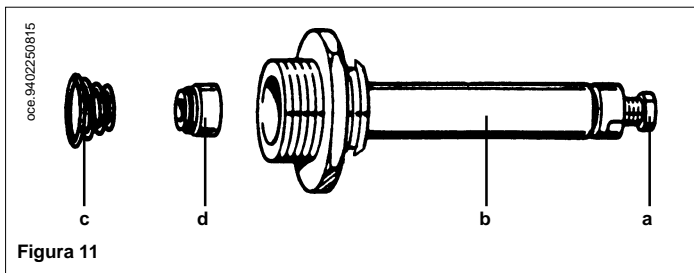
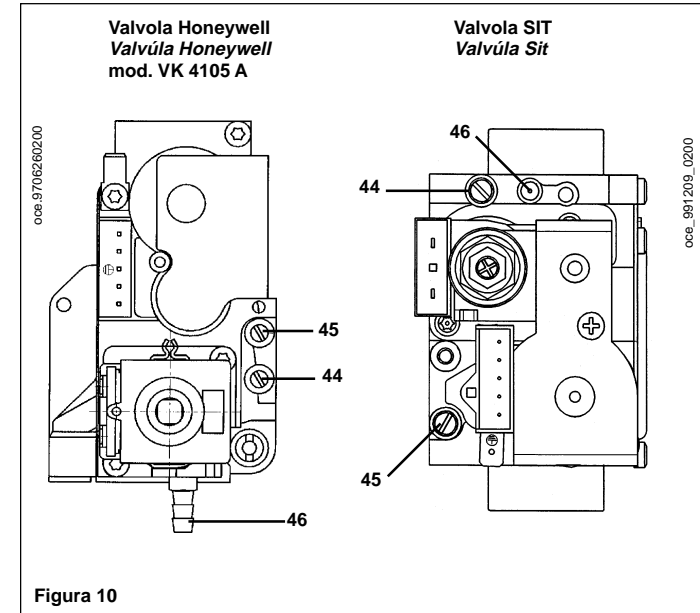

Figura 11
Figura 10
- avvitare a fondo, senza forzare, la vite nera (a) al canotto (b) (figura 11);
- aprire il rubinetto gas e ruotare la manopola (1) predisponendo la caldaia in posizione Estate (☀️);
- verificare che la pressione dinamica di alimentazione della caldaia, misurata alla presa di pressione (45) della valvola del gas (figura 10) sia quella corretta (30 mbar per il gas butano, 37 mbar per il gas propano o 20 mbar per il gas naturale);
- svitare la vite nera (a) di figura 11 fino a raggiungere il valore di pressione corrispondente alla potenza ridotta vedi tabella 1 a pagina 14.
- sigillare la vite nera (a) di figura 11.
- collegare la presa di pressione positiva di un manometro differenziale, possibilmente ad acqua, alla presa di pressione (44) della valvola del gas (figura 10 a pagina 11). Collegare la presa negativa dello stesso manometro ad un apposito "T" che permetta di collegare insieme la presa di compensazione della caldaia, la presa di compensazione della valvola del gas (46) ed il manometro stesso. (Una pari misura può essere effettuata collegando il manometro alla presa di pressione (44) e senza il pannello frontale della camera stagna).
- conectar la toma de presión positiva de un manómetro diferencial, posiblemente de agua, a la toma de presión (44) de la válvula del gas (figura 10). Conectar la toma negativa del mismo manómetro a un especial "T" que consienta conectar entre ellos la toma de compensación de la caldera, la toma de compensación de la válvula del gas (46) y el manómetro mismo. (Se puede efectuar una medición equivalente conectando el manómetro a la toma de presión (44) y sin el panel frontal de la cámara estanca);
- atornillar completamente, sin forzar, el tornillo negro (a) al manguito (b) (figura 11);
- abrir el grifo gas y hacer girar el botón (1) predisponiendo la caldera en posición Verano (☀️);
- controlar que la presión dinámica de alimentación de la caldera, medida en la toma de presión (45) de la válvula del gas (figura 10), sea correcta (28 mbar para el gas butano, 37 mbar para el gas propano o 20 mbar para el gas natural);
- destornillar el tornillo negro (a) (figura 11) hasta alcanzar el valor de presión correspondiente a la potencia reducida (véase tabla 1 en página 17);
- Sellar el tornillo negro (a) de la figura 11.
Le modalità di taratura del regolatore di pressione sono leggermente differenti a seconda del tipo di valvola del gas utilizzata (HONEYWELL o SIT vedi figura 10).
- sostituire la molla avendo cura di posizionarla correttamente (figura 11);
El modo de calibración del regulador de presión es ligeramente diferente según el tipo de válvula del gas usada. (HONEYWELL o SIT, ver figura 10).